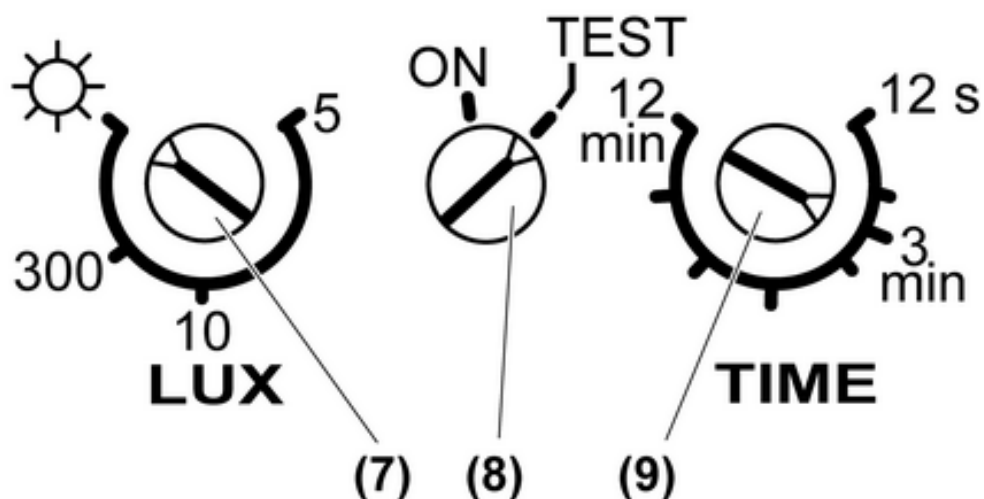

Figure 2: Sélecteurs
- Tourner le sélecteur du mode de fonctionnement (8) sur la position **TEST**(figure 2).
- Tourner le sélecteur du mode de fonctionnement (8) en position **ON**(figure 2).
- Tourner le sélecteur **LUX** (7) sur la position correspondante (figure 2).
- Tourner le sélecteur **TIME** (9) sur la position correspondante (figure 2).